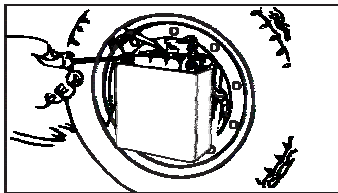

Abb. 45
- 4.2.3 Die Schraube, die das Massekabel (schwarz) an der Minuspolklemme (-) der Batterie befestigt, mit Hilfe des Schraubendrehers aus dem Werkzeugset entfernen. (Abb. 45).